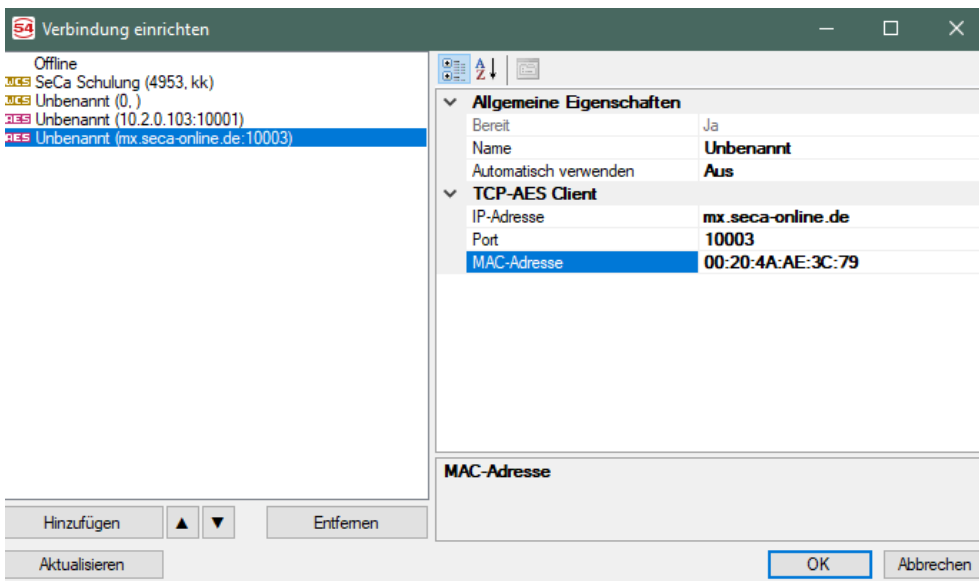

Abbildung 66: Verbindung einrichten.
1. Wählen Sie unter „Hinzufügen“ den Menüpunkt „TCP-Client (WCS)“ an. Es wird eine neue Verbindung „Unbekannt (0.)“ angezeigt (s. Abb. 66).
1. Wählen Sie unter „Hinzufügen“ den Menüpunkt „TCP-AES-Client“ an. Es wird eine neue Verbindung „Unbekannt (0.)“ angezeigt (s. Abb. 66).